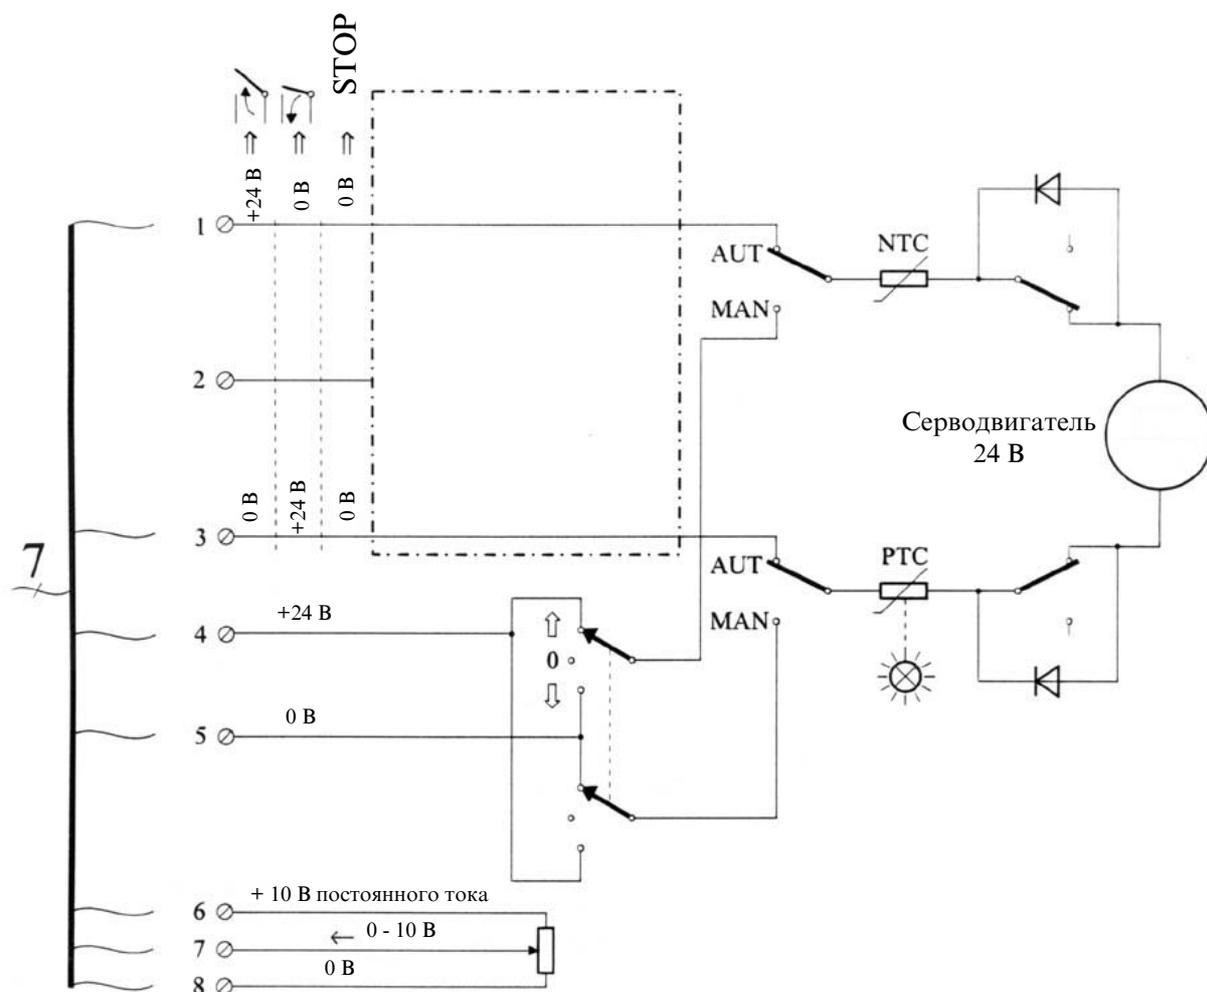
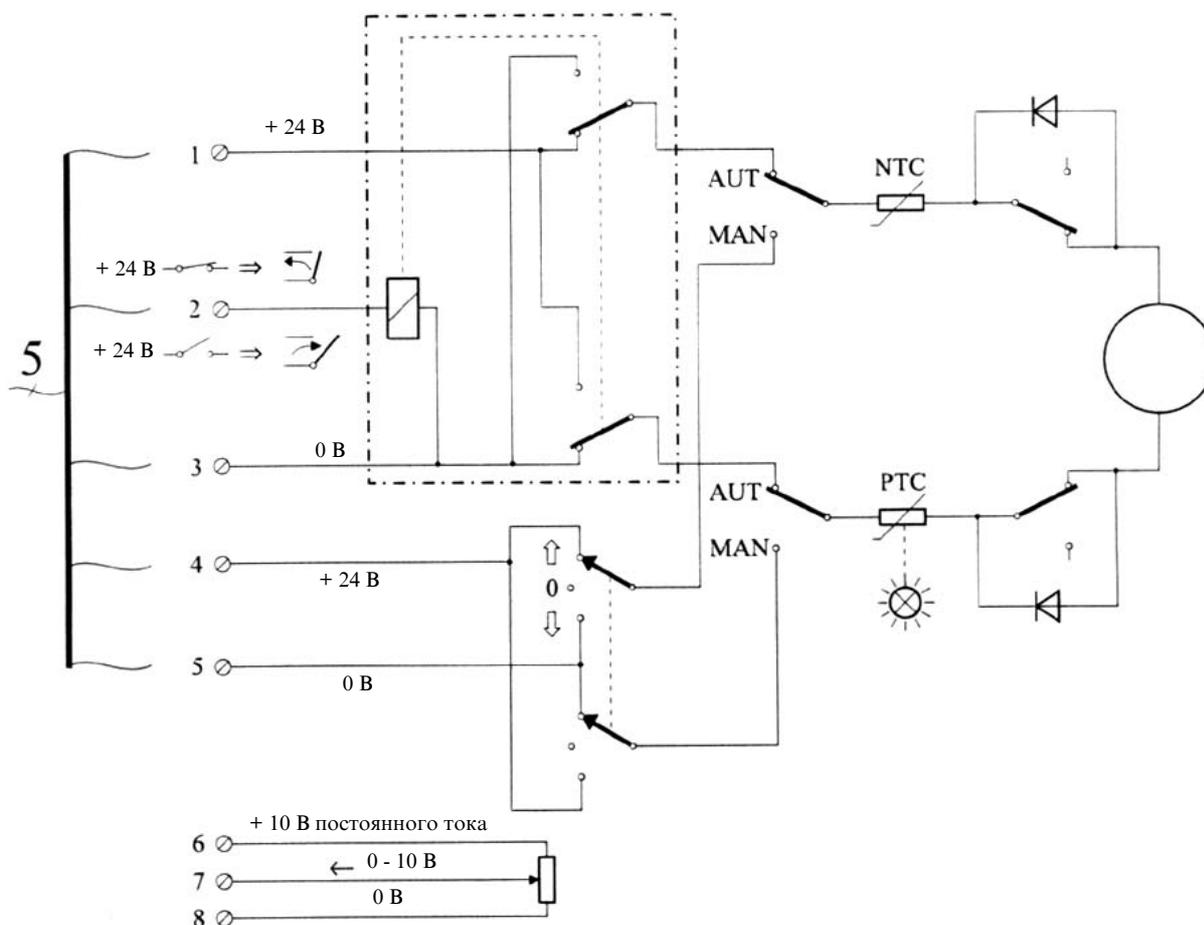

Рис. 2 «Бесшаговая» структурная схема и подключение
Рис. 3 «Аварийное открытие ON/OFF» схема и подключение
DA -75 подключается к системе автоматического управления посредством семижильного кабеля (Рис. 2) или пятижильного кабеля (Рис. 3). После установки переключателя (B) в положение MAN, серводвигатель должен перейти из одного крайнего положения в другое посредством выключателя (C) для того, чтобы убедиться, что механически система тяг и полиспастов собрана правильно. Установите выключатель (B) в положение AUT и убедитесь, что серводвигатель работает нормально в автоматическом режиме. Направление открытия и закрытия указаны на приводном шкиве.